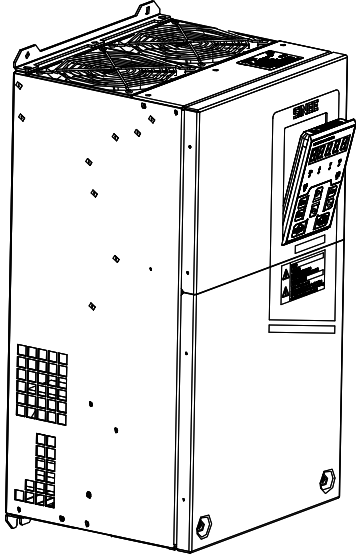

图 2-4 键盘安装图示
- 键盘的安装：先将键盘的底部 RJ-45 端子与水晶头对齐，然后平按键盘，听到“咔”声后即可；如图 2-4 所示。